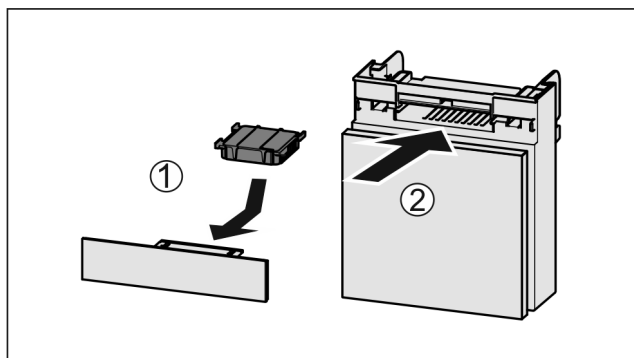

Fig. 137
- ▶ Поставете Fig. 137 (1) филтъра с активен въглен, както е показано на фигурата.
- ▶ Вкарайте Fig. 137 (2) отделениято.